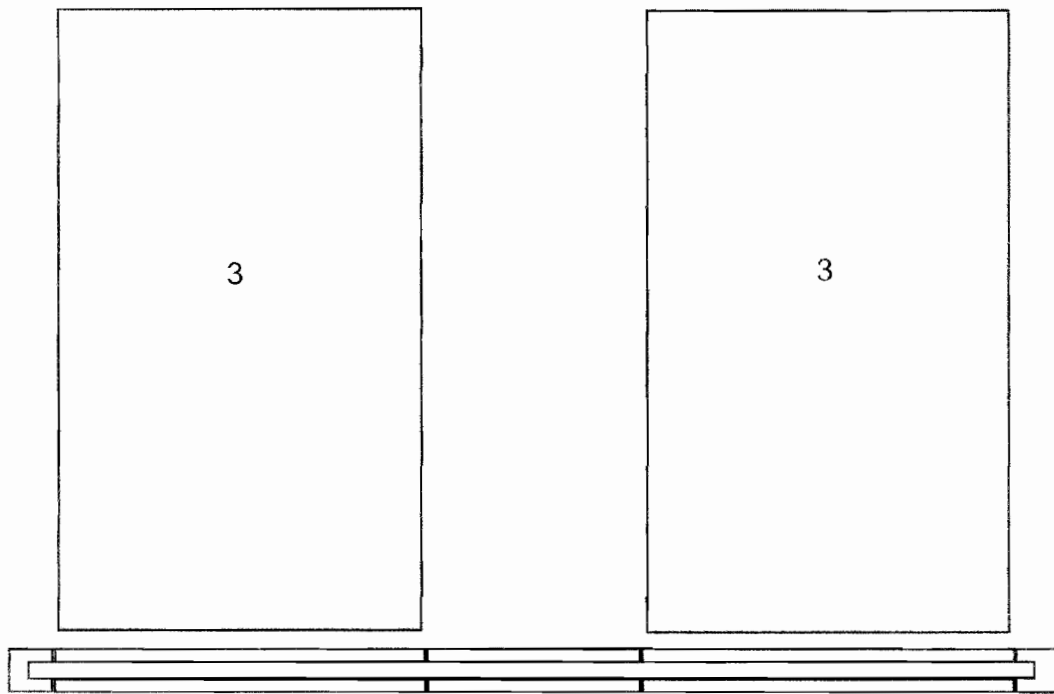

Fig. 3
- 4 sticle geam colectoare fig. 3,
- spațiu acces albine (2),